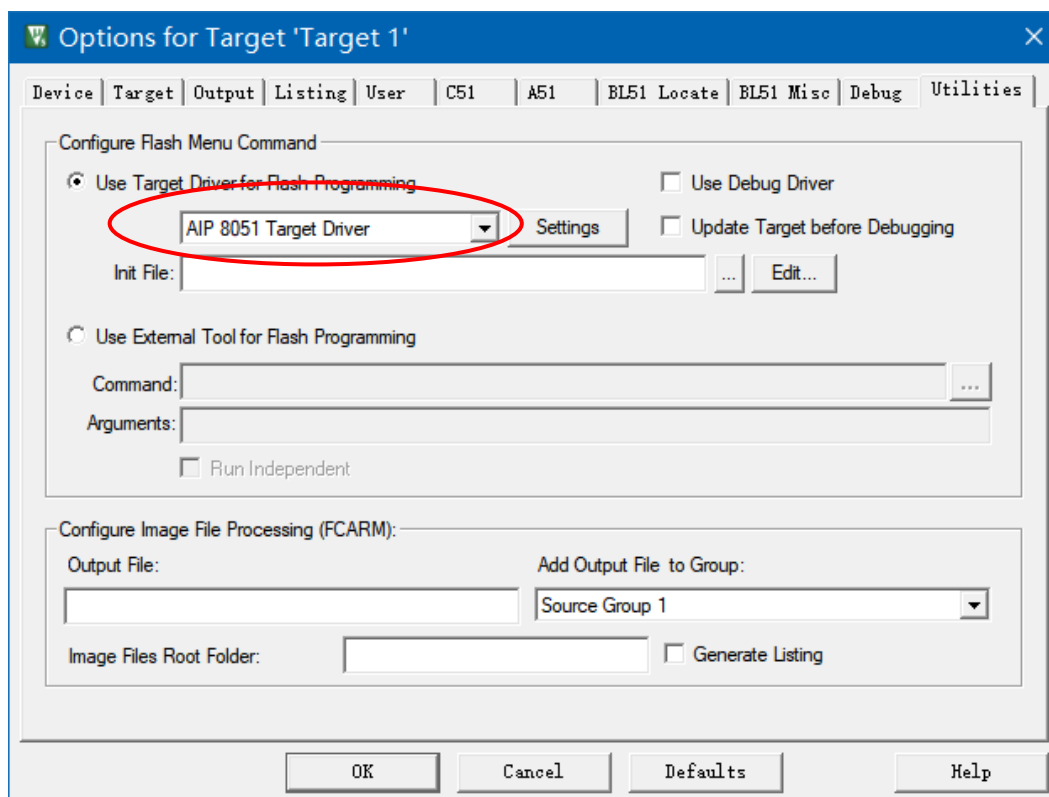

图 3-4 Utilities 设置
a) 如图 3-4，在 Utilities 选项卡中选择“Use Target Driver for Flash Programming”，并且在下拉列表框中选择“AiP 8051 Target Driver”选项。